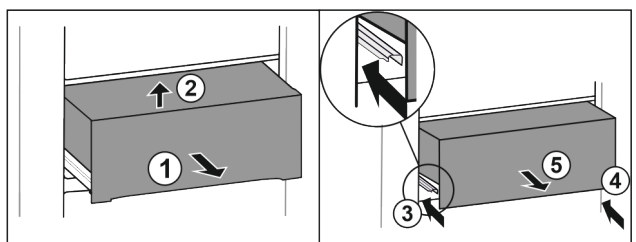

Fig. 30*
- Vytiahnite zásuvku do polovice Fig. 30 (1).*
- Nadvihnite ju dopredu Fig. 30 (2).*
- Zasuňte ľavú koľajničku Fig. 30 (3).*
- Zasuňte pravú koľajničku Fig. 30 (4).*
- Odoberte zásuvku dopredu Fig. 30 (5).*